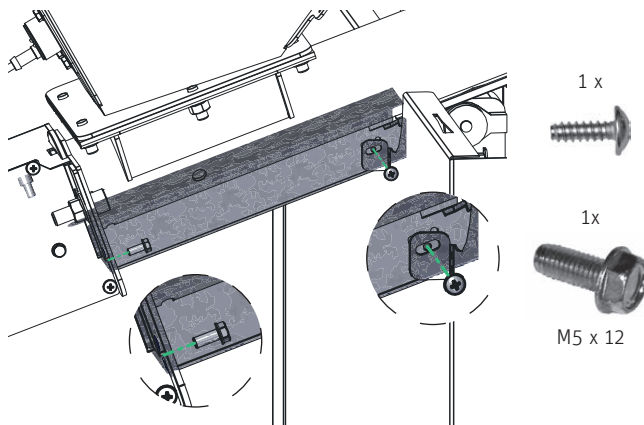

Fig. 103 Per prima cosa inserire il cavo, agganciare la condotta cavi e serrare 2 x
- ▶ Inserire prima il cavo (motore coclea di alimentazione e interruttore di prossimità) nella condotta cavi, poi agganciarlo e fissarlo a sinistra con 1 vite TT M5 x 12 e a destra con 1 vite autofilettante – Fig. 103.